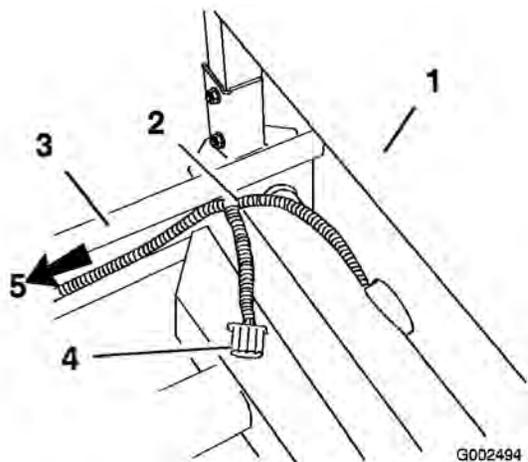

Figura 9
sistema de pulverización no se queda debajo del vehículo (Figura 9).
12. Pase el mazo por el bastidor izquierdo y de vuelta al sensor de velocidad con el cableado existente (Figura 9).